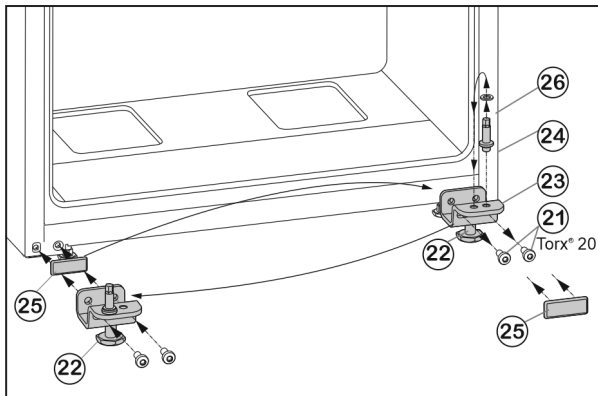

Fig. 7
- ▶ Tekerje le a rögzítőcsavarokat Fig. 7 (21).
- ▶ Vegye le a teljes alsó csapágybakot Fig. 7 (23) a csap-szeggel Fig. 7 (24), az alátéttel Fig. 7 (26) és a beállító lábbal Fig. 7 (22).
- ▶ Csavarozza le a teljes csapágybakot Fig. 7 (24) az alátéttel Fig. 7 (26), helyezze át a csapágybak túloldali felvevő furatába, és csavarozza vissza.
- ▶ Óvatosan vegye le a fedőlemezt Fig. 7 (25), és helyezze át az ellenkező oldalra.
- ▶ Csavarozza vissza a teljes alsó csapágybakot Fig. 7 (23) a csap-szeggel Fig. 7 (24), az alátéttel Fig. 7 (26) és a beállító lábbal Fig. 7 (22) a csuklópánt új oldalán **erősen (4 Nm-es nyomatékkal)**, adott esetben egy akkus csavarhúzóval.
- ▶ Az ajtót felülről helyezze Fig. 7 (24)a csap-szegre.
- ▶ Tekerje ki az állítólabát Fig. 7 (22) az alsó csapágybakból Fig. 7 (23), míg hozzá nem ér a talajhoz.